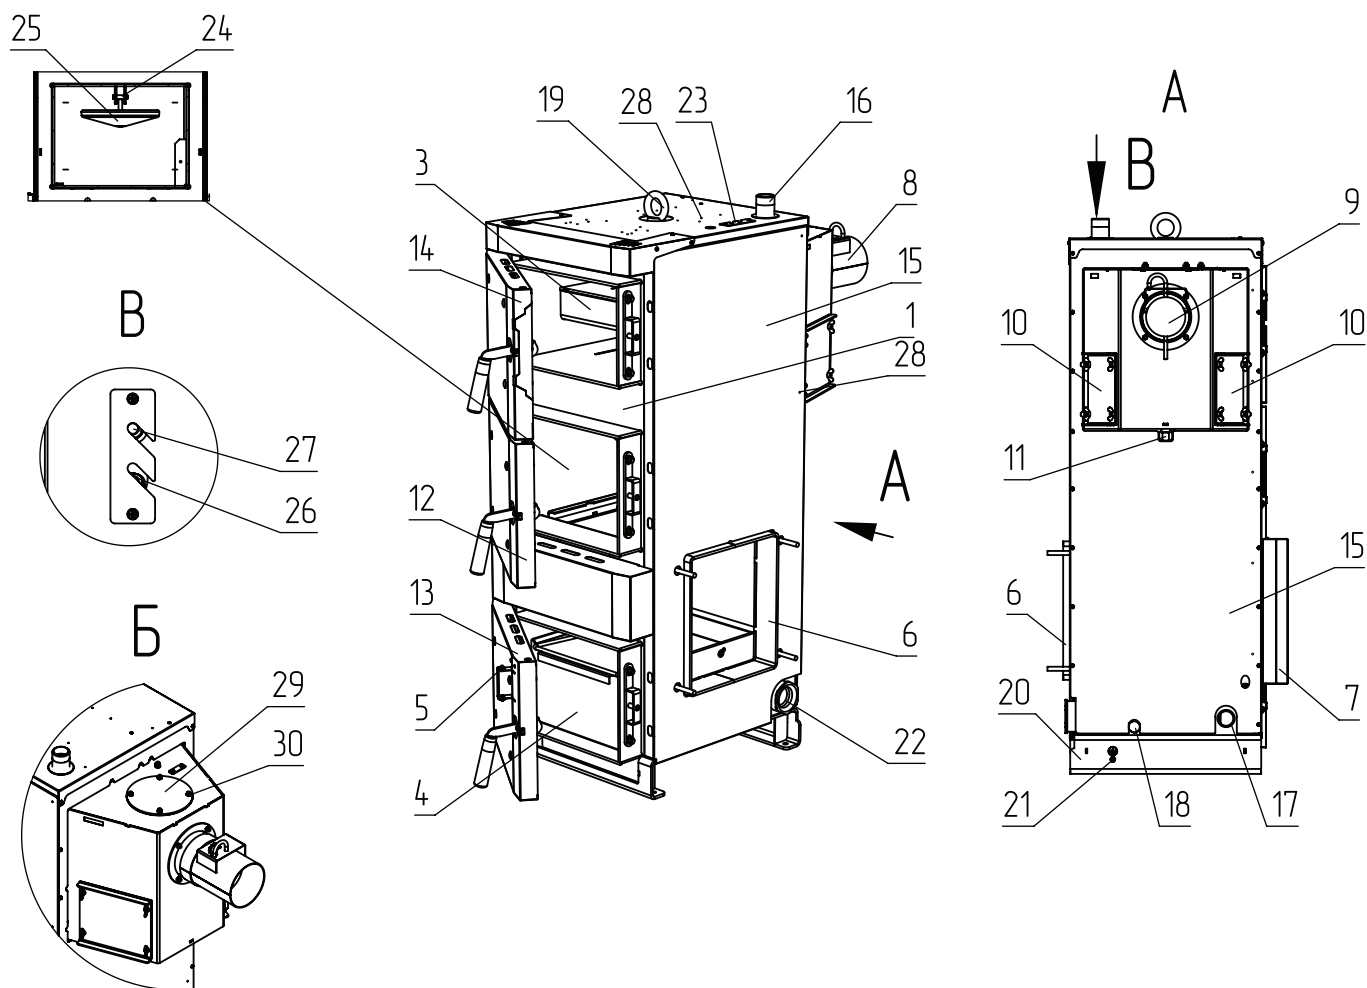

Рис.2 Конструкция теплообменника котла ZOTA Cuba
- Блоки ТЭН могут быть установлены вместо заглушки в нижней части котла (**Рис.2, поз.22**);
- Датчик температуры пульта ПУ ЭВТ - И1 необходимо установить в гильзу (**Рис.2, поз.23**).